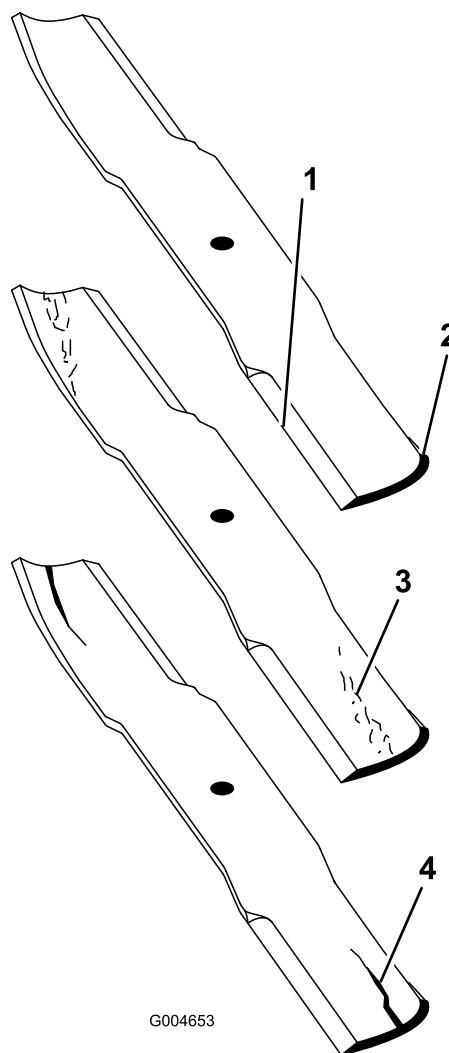

Рисунок 73
1. Проверьте режущие кромки (Рисунок 73). Если кромки не острые или зазубренные, снимите ножи и заточите их. См. Заточка ножей \(страница 45\).
2. Проверьте ножи, особенно в области крыла (Рисунок 73). При обнаружении признаков повреждения, износа или образования зазора в этой области (Рисунок 73), немедленно установите новый нож.